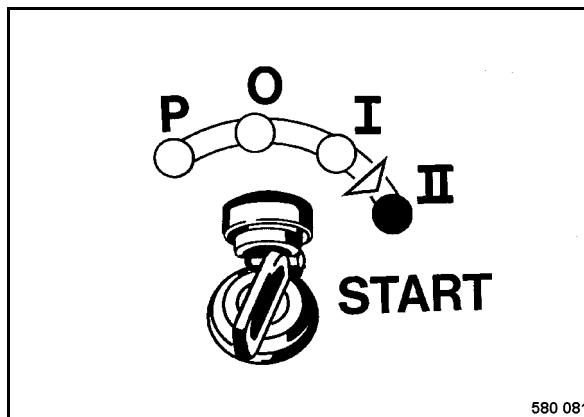

Fig. 37
- Girar la llave de encendido a posición "II" (Fig. 37), el motor de arranque gira el motor.